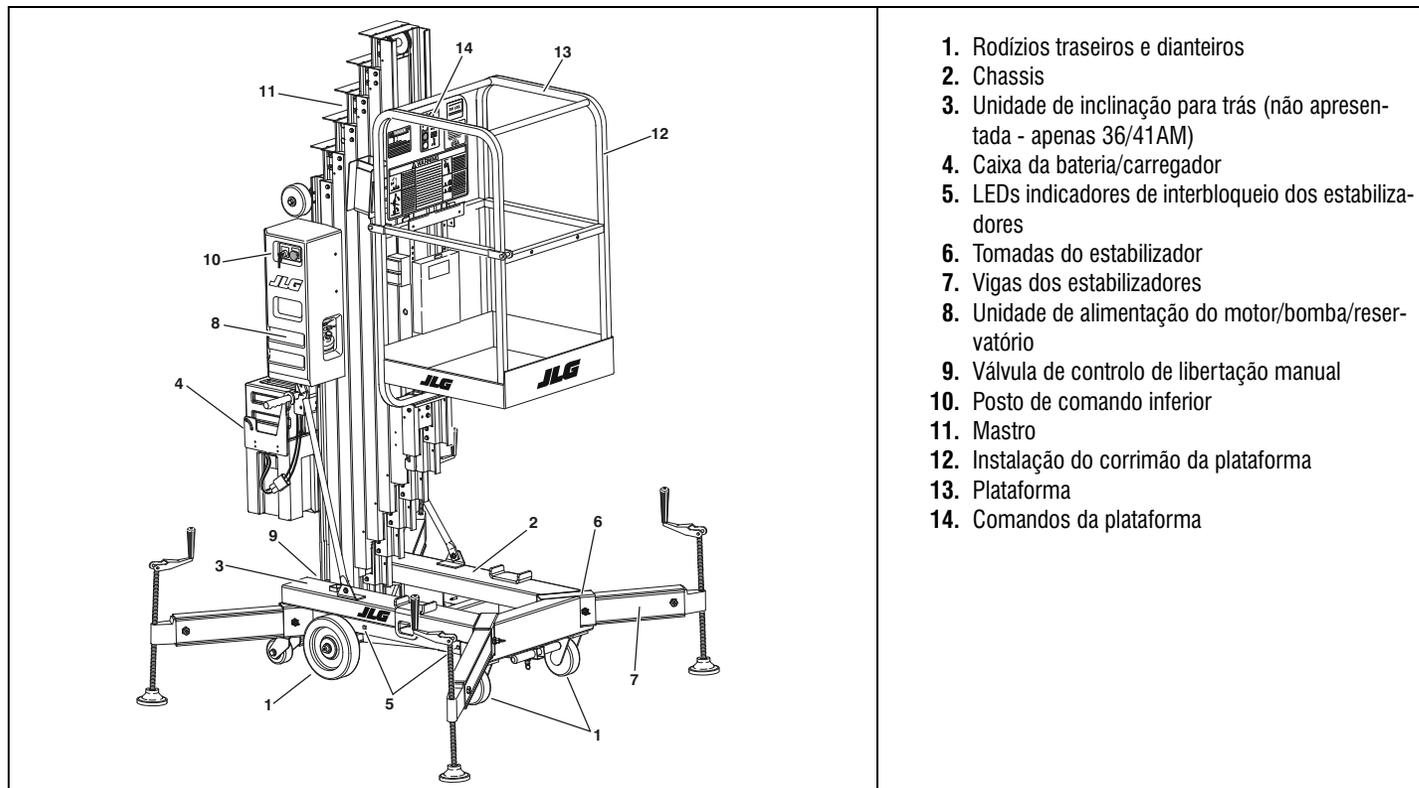

Figura 2-1. Inspeção exterior diária
4. **Inspeção exterior** – Consultar a Figura 2-1. na página 2-6.
Iniciar a inspecção exterior no ponto nº 1 (Ver a Figura 2-1. na página 2-6). Continuar à volta da máquina a verificar cada item nesta lista de verificação.